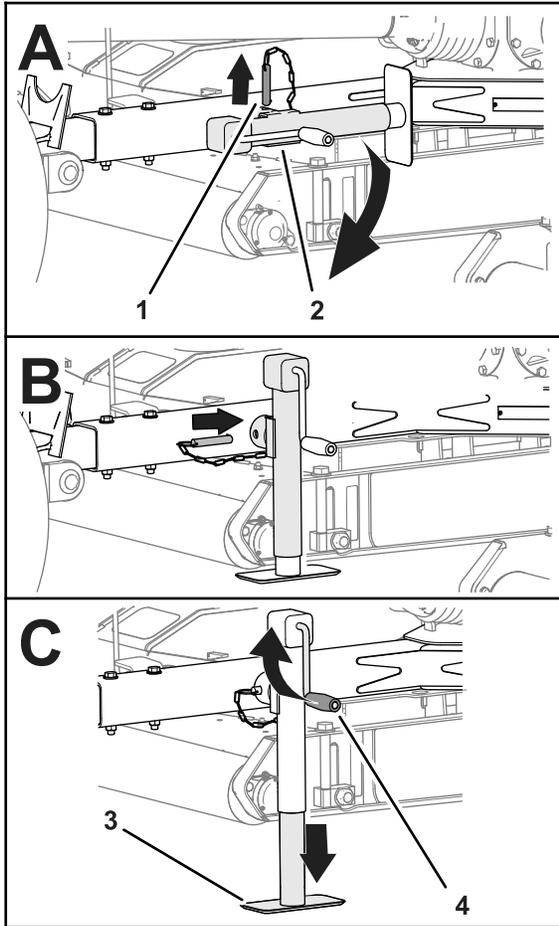

図 23
3. ピンを抜いて牽引バージャッキを立てる 図 23。
4. 牽引バーの穴を、ジャッキの穴に合わせる 図 23。
5. 牽引バーの穴とジャッキの穴にピンを通す 図 23。
2. ジャッキハンドルで、ジャッキパッドを完全に上まで上げる 図 23 モアをジャッキで支えるには (ページ 15)を参照。